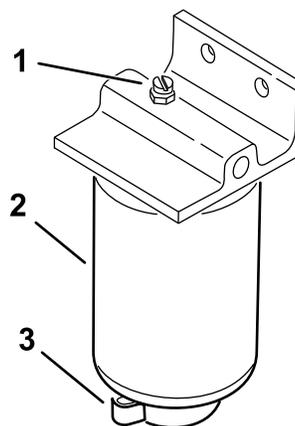

Figura 38
4. Abra o tampão de drenagem e válvula de respiro (Figura 38).